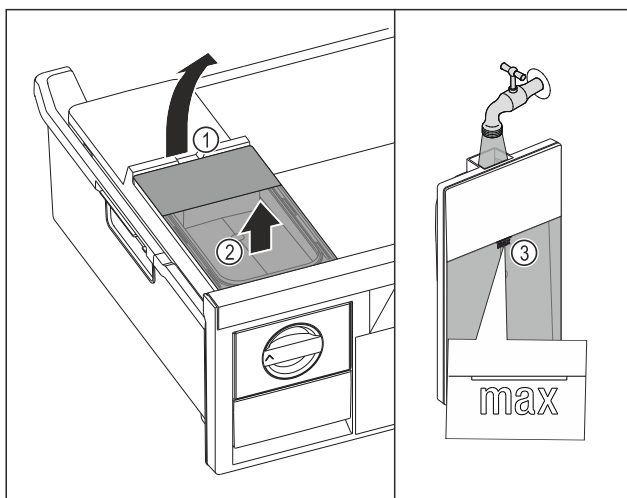

Fig. 151
- Paceliet ūdens tvertni aiz padziļinājuma Fig. 151 (1).
- Izņemiet ūdens tvertni virzienā uz augšu. Fig. 151 (2)
- Uzpildiet ūdens tvertni ar dzeramo ūdeni līdz atzīmei Fig. 151 (3).